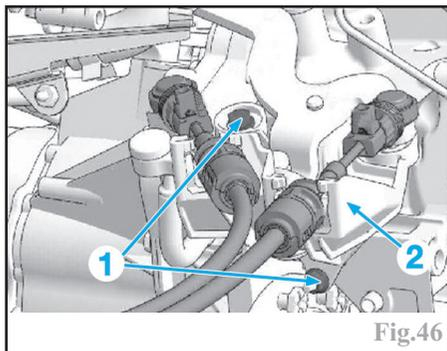

Fig.46
Déposer les fixations (1) du support de commande des vitesses (2) (Fig.46) et l'écartier.